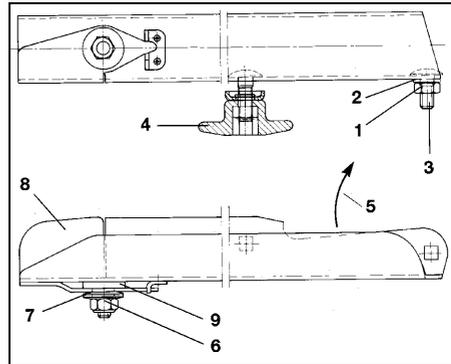

Fig. 39
- Selbstsichernde Mutter (Messing CuZn) (Fig. 39/6) lösen und einschließlich Tellerfedern (Fig. 39/7) entfernen.
- Schwenflügel (Fig. 39/8) auswechseln.
**Auf Kunststoffscheibe (Fig. 39/9) zwischen Streuschaufel und Schwenflügel achten.**
- Selbstsichernde Mutter (Fig. 39/6) mit Drehmoment von 6 - 7 Nm anziehen, so dass der Schwenflügel noch von Hand verschwenkbar ist, aber im Einsatz nicht selbsttätig nach oben schwenkt.